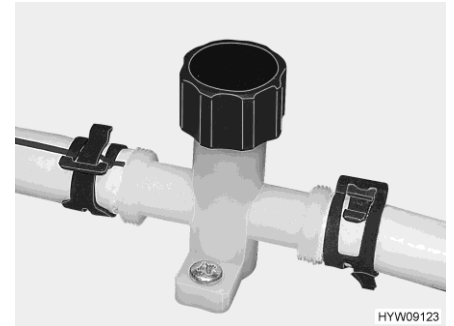

Bild 172 Ablasshahn (Wasserleitung)
- Ablasshähne schließen. Dazu die Kappe des Ablasshahns (Bild 172) im Uhrzeigersinn drehen.